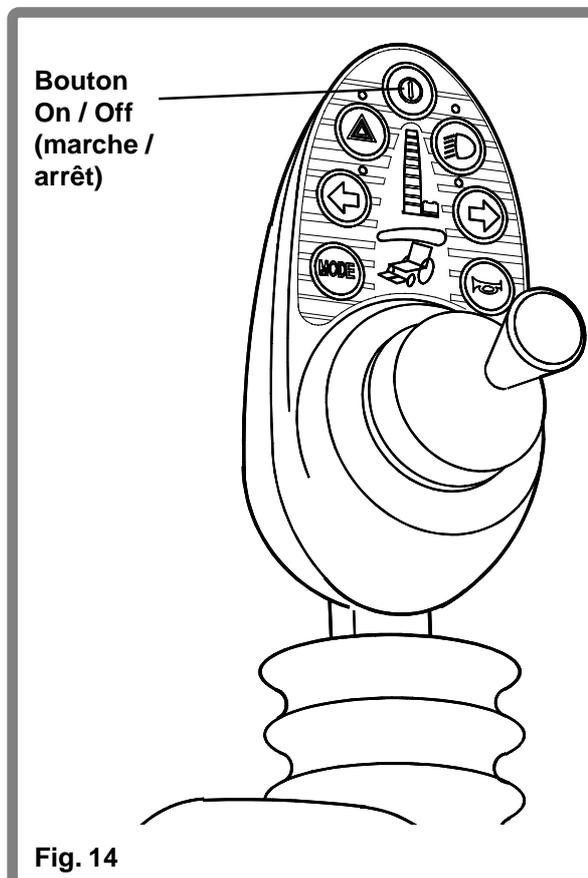

Fig. 14
3. Appuyer sur le bouton marche / arrêt (On/Off) (Fig. 14). Votre fauteuil est maintenant prêt pour l'utilisation.